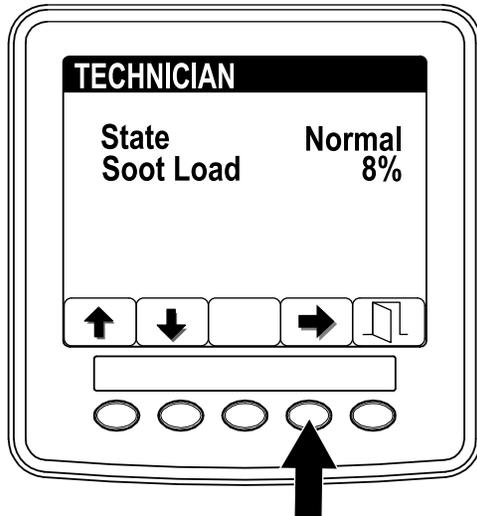

図 37
- DPF 稼働記録表で、現在の DPF の状態を確認する 図 37。